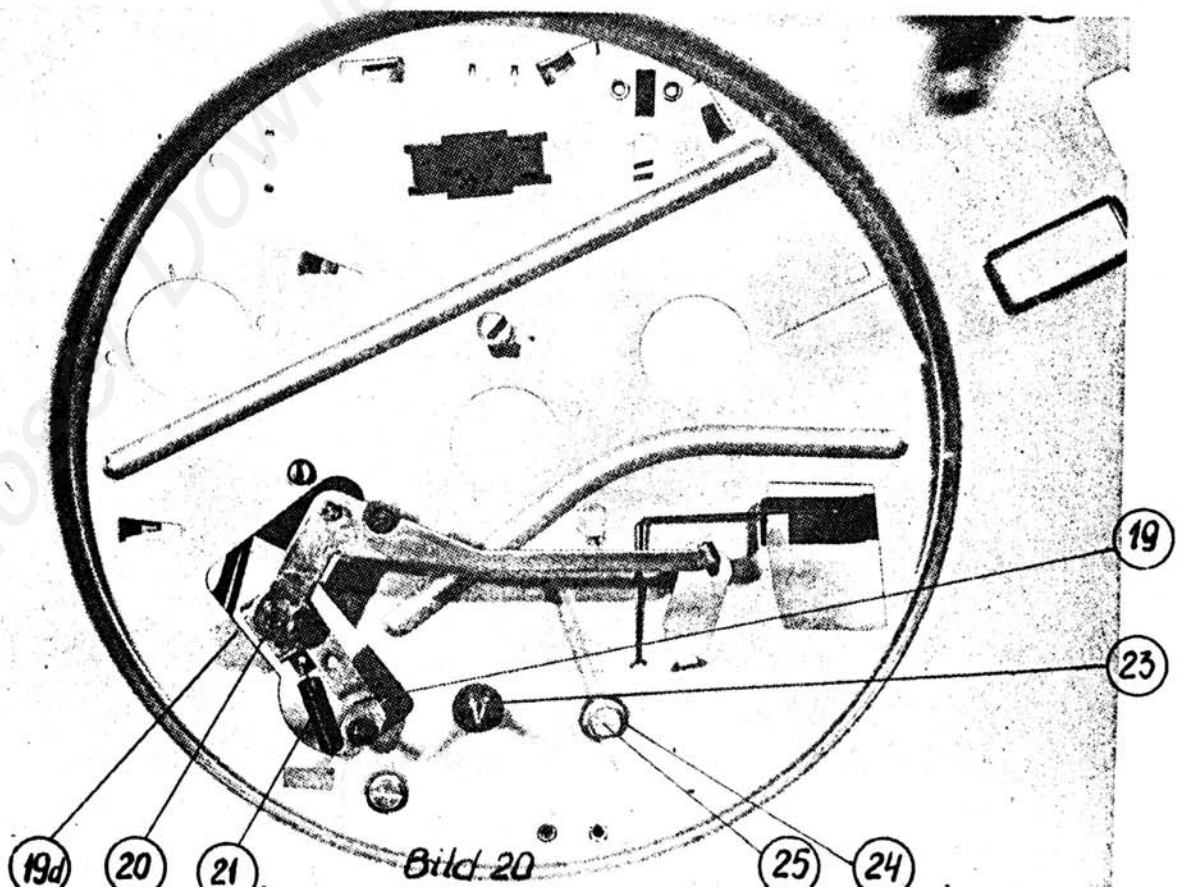

Bild.20
6. Mutter M3 /19b/23/ abschrauben, Gewindebolzen /19d/23/ aus Hebel /19a/23/ ausschrauben. /Siehe Abb.20 und 23/.